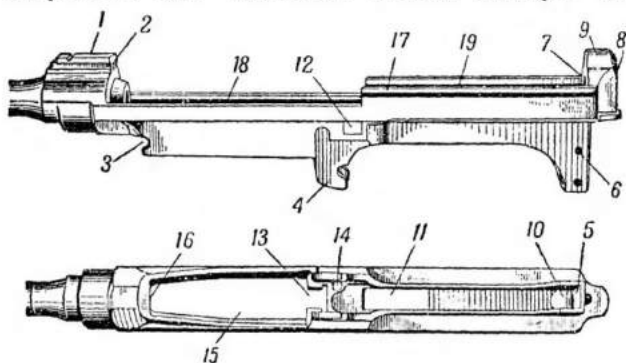

Рис. 15. Ствольная коробка:
16. Ствольная коробка (рис. 15) служит для соединения следующих частей винтовки: ствола, затвора, ударно-спускового механизма, магазина, отражателя с останком, втулки, запора втулки, разобщителя и защелки спусковой скобы. Ствольная коробка со стволом соединена при помощи нарезки. На переднем конце ствольная коробка